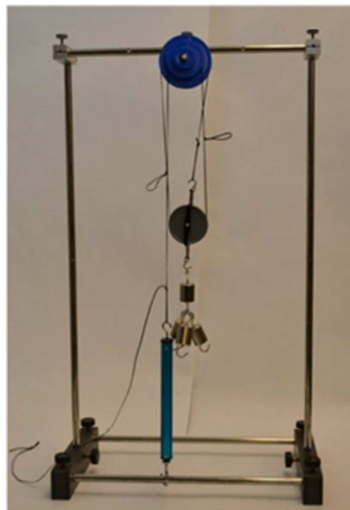

Figura 14-3: sistema de tres poleas
16. Haga que tres poleas funcionen en el sistema enhebrando la cuerda alrededor de tres poleas como se muestra en la Figura 14-3